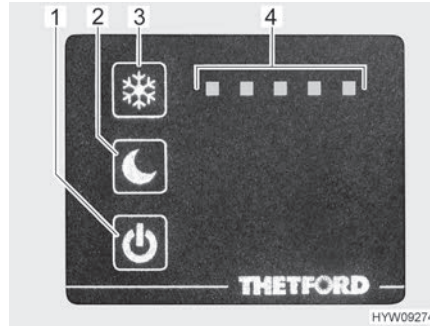

Fig. 130 Boutons de commande (réfrigérateur)
**Allumer :** ■ Appuyer sur la touche Marche/Arrêt (Fig. 130,1) et la maintenir environ 2 secondes enfoncée. Le voyant de contrôle bleu indique que le réfrigérateur fonctionne. L'affichage (Fig. 130,4) indique quelle puissance de réfrigération est réglée. Cet affichage devient plus sombre au bout de 10 secondes.
**Éteindre :** ■ Appuyer sur la touche Marche/Arrêt (Fig. 130,1) et la maintenir environ 2 secondes enfoncée. Le voyant de contrôle bleu s'éteint lentement.
**Régler la puissance de réfrigération :** ■ Appuyer sur la touche de réglage de la température (Fig. 130,3) et la maintenir environ 1 seconde enfoncée. La puissance de réfrigération (Fig. 130,4) actuellement réglée est affichée.
■ Appuyer sur la touche de réglage de la température (Fig. 130,3) jusqu'à ce que la puissance de réfrigération souhaitée soit atteinte.
**Activer le mode nocturne :** ■ Appuyer sur la touche du mode nocturne (Fig. 130,2). Le voyant de contrôle bleu indique que le mode nocturne est actif.
**Désactiver le mode nocturne :** ■ Appuyer sur la touche du mode nocturne (Fig. 130,2). Le voyant de contrôle bleu s'éteint. Le réfrigérateur fonctionne de nouveau en mode normal.